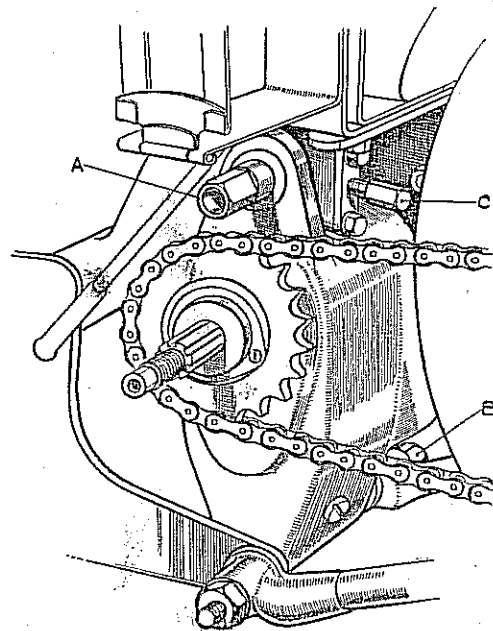

Fig. 25.
50. FITTING OF GEARBOX TO THE FRAME (Fig. 25.)